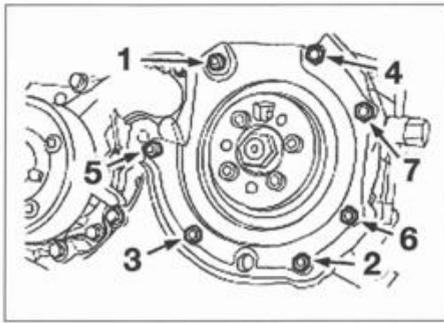

FIG. 21
- Colocar un alojamiento con un anillo de estanqueidad nuevo de bomba de inyección y apretar los tornillos en el orden indicado (fig. 21) al par de 1 daNm.